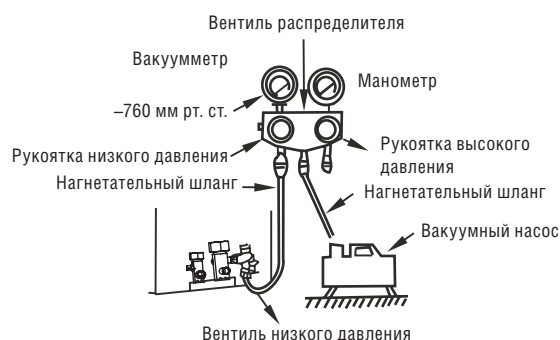

Рис. 6-4
■ Удаление воздуха при помощи вакуумного насоса (рис. 6-4). (Порядок использования распределителя см. в инструкции по его эксплуатации)